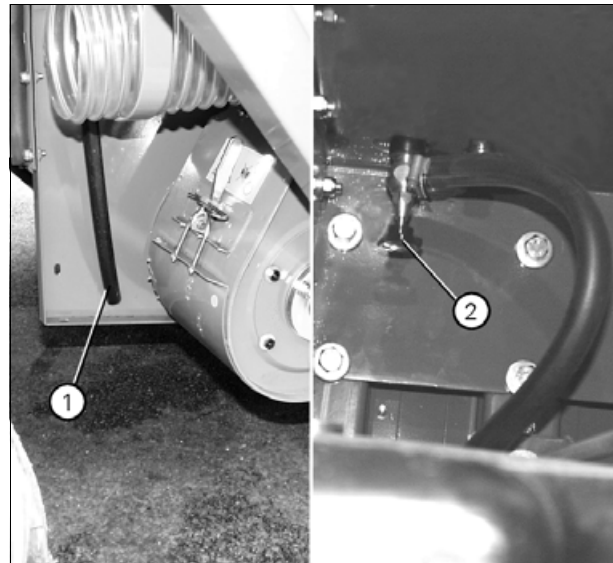

Рис. 3.
(рис. 3)
Слить из бака гидравлического масла конденсат, для этого открыть кран (2), как показано на (рис. 3), затем долить в бак масло.